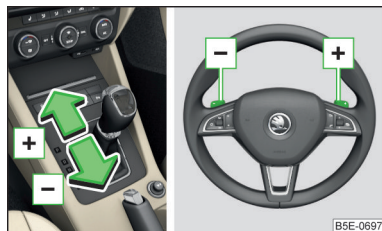

Fig. 245
- Pour **commuter**, tirez brièvement l'un des boutons à bascule / vers le volant » fig. 245.
- Pour passer la vitesse supérieure, touchez ou tirez brièvement le bouton à bascule vers le volant » fig. 245.
- Pour passer la vitesse inférieure, touchez ou tirez brièvement le bouton à bascule vers le volant » fig. 245.